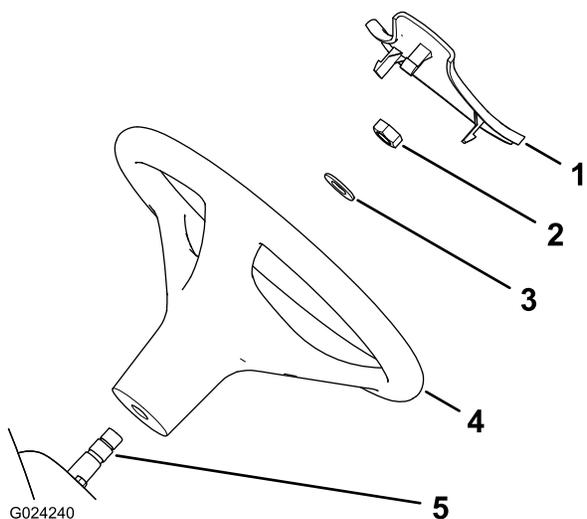

Рисунок 3
1. Если установлена крышка, снимите ее со ступицы рулевого колеса (Рисунок 3).
2. Снимите гайку с рулевого вала (Рисунок 3).
3. Наденьте рулевое колесо и шайбу на рулевой вал (Рисунок 3).
5. Установите крышку на рулевое колесо (Рисунок 3).